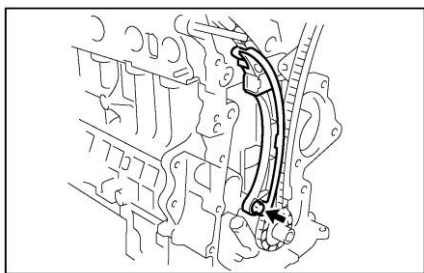

Рисунок II-83
16. Отверните болты башмака натяжителя (см. Рисунок II-83).